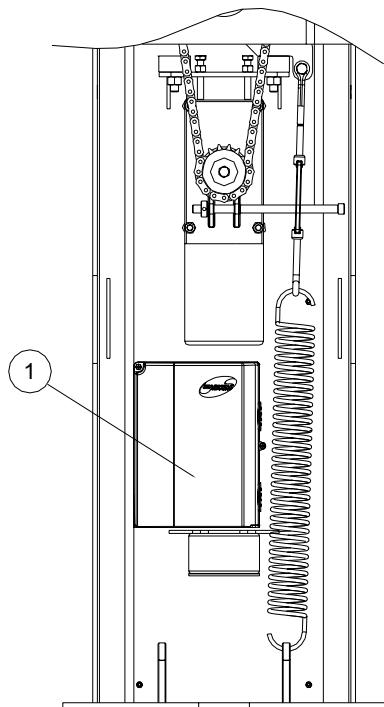
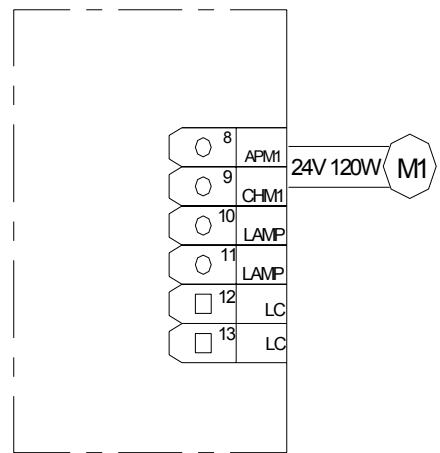

Fig. 8
Fig. 9
- Pour inverser le sens d'ouverture, déplacer le ressort en position opposée (Fig.8) et faire inverser la connexion du moteur électrique sur la centrale de commande (Fig.9).